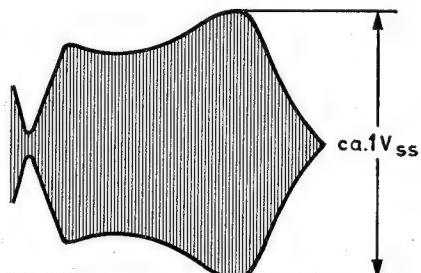
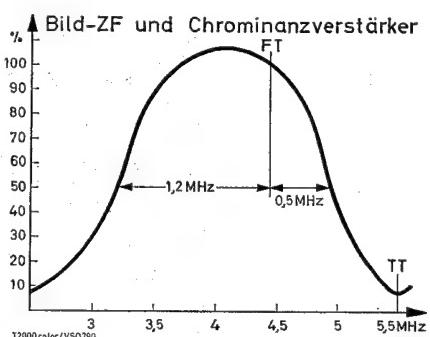

Abb. 51
Abb. 52
5. Wobbler ausschalten, 38,9 MHz Markengeber (quarzkontrolliert) so weit aufdrehen, daß am Diodenfilter eine Gleichspannung von -5 Volt entsteht. Wobbler aufdrehen, bis der Spitze/Spitze-Wert der Schwebung $1 V_{ss}$ beträgt (siehe Abb. 51).
6. Oszilloskop über Dioden-Gleichrichter (z. B. Mende Tastkopf Type 348) an Meßpunkt (3).
8. Markengeber (Bereich ca. 3 bis 6 MHz, Rundfunk-Meßsender, z.B. Grundig AS 2) über 50 kOhm an Meßpunkt (3). Die Durchlaßkurve soll Abb. 52 entsprechen. Die Halbwerte liegen bei 3,2 bzw. 4,95 MHz. Das Dach soll gerade oder leicht gewölbt sein.
Fi. IX L 254 bei 4 MHz auf Maximum abgleichen. L 261 und L 262 so korrigieren, daß die Durchlaßkurve der Abb. 52 entspricht.